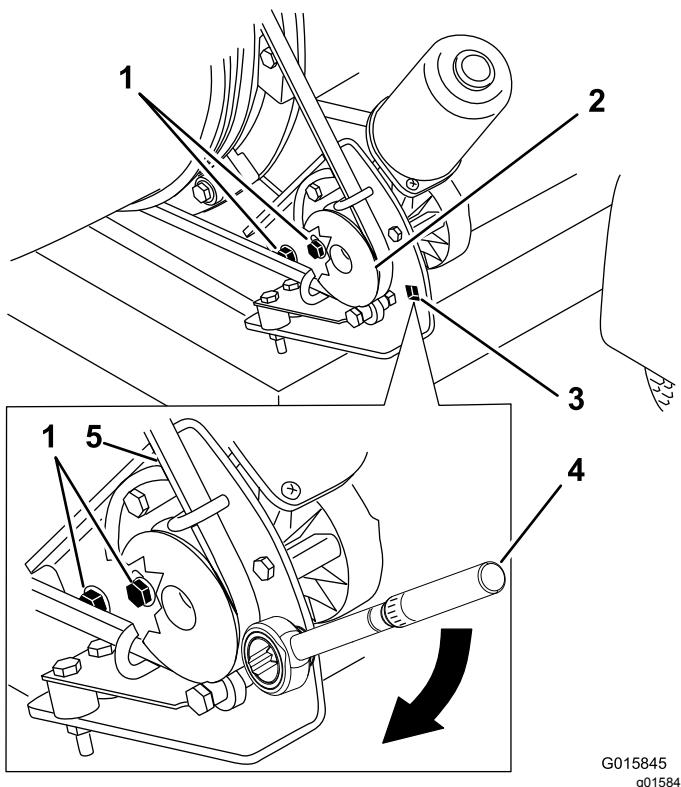

图 27
图 27。
2. 将扭矩扳手放入皮带轮安装支架图 27。
22.626.0N·m图 27。